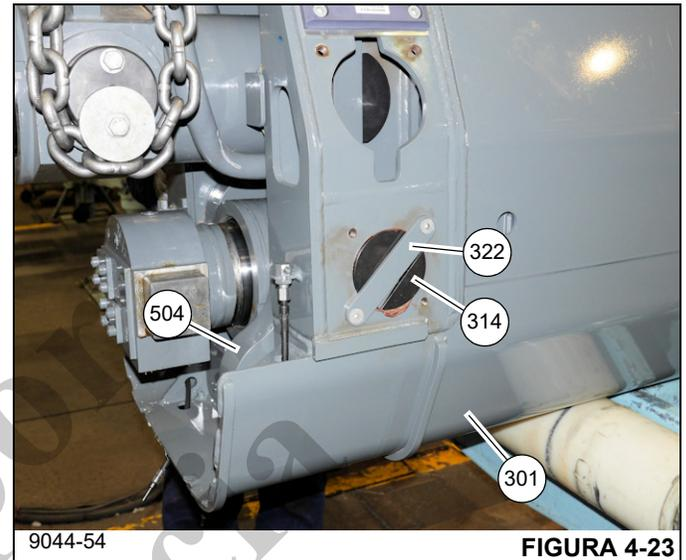

FIGURA 4-23
32. Retire dos pernos (346) y la placa (322) a los lados derecho e izquierdo de la sección telescópica 2 (301), luego retire los pasadores (314) (vea la Figura 4-23).